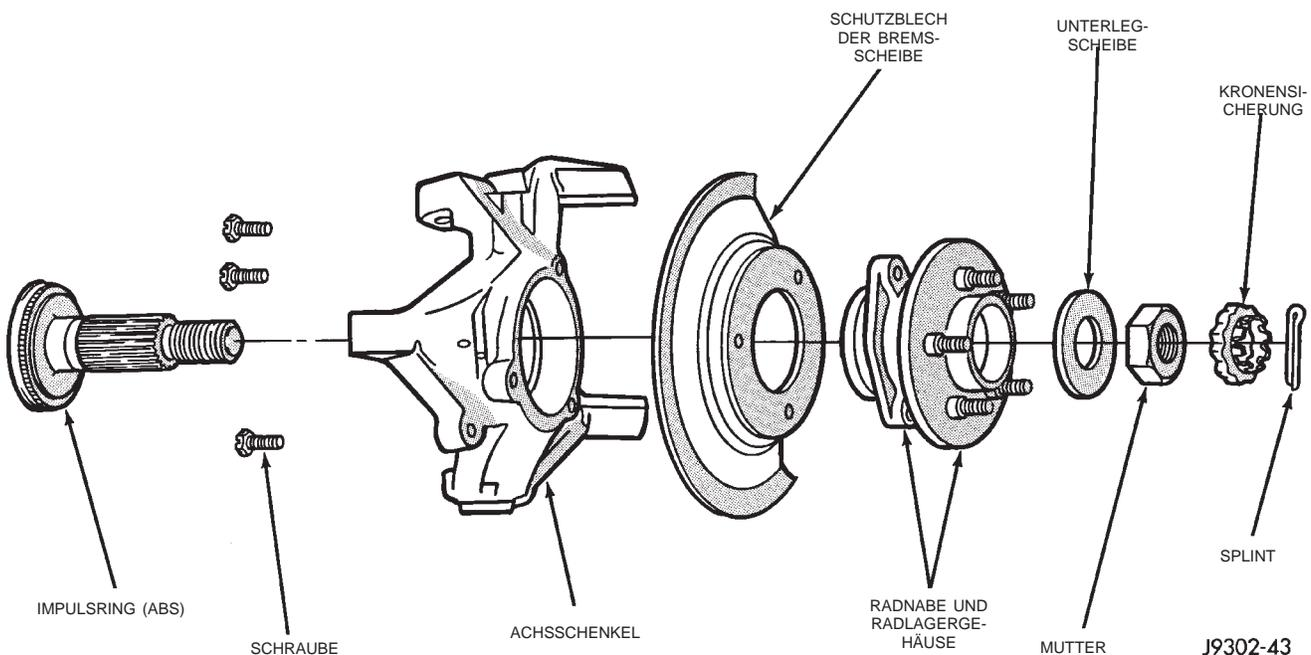

Abb. 18 Radnabe, Achsschenkel und Achswelle
(4) Ggf. ABS-Drehzahlfühler abbauen (siehe Kapitel 5, "Bremsen").
(5) Splint, Kronensicherung, Mutter und Unterlegscheibe von der Radnabe entfernen (Abb. 18).
(9) Das Schutzblech der Bremsscheibe vom Radlagergehäuse oder Achsschenkel abbauen (Abb. 18).
(1) Die Achswelle sorgfältig reinigen (Abb. 18). Die Keilnutverzahnung, Dichtfläche und die Bohrung der
(3) Die Radnabe und/oder Achswelle in das Rohr und das Achswellenrad des Differentials schieben. Dabei nicht die Wellendichtringe im Differential beschädigen.
(4) Radnabe anbauen, falls erforderlich.
(5) Die Schrauben am Achsschenkel eindrehen und mit einem Anzugsmoment von 102 N·m (75 ft. lbs.) festziehen.
(6) Unterlegscheibe und Mutter der Radnabe einbauen. Die Mutter mit einem Anzugsmoment von 237 N·m (175 ft. lbs.) festziehen. Die Kronensicherung und einen neuen Splint einbauen (Abb. 18).
(7) Ggf. ABS-Drehzahlfühler anbauen (siehe Kapitel 5, "Bremsen").
(8) Bremssattel und Bremsscheibe anbauen (siehe Kapitel 5, "Bremsen").
(9) Rad anbauen.
(10) Unterstellböcke entfernen und Fahrzeug absenken.